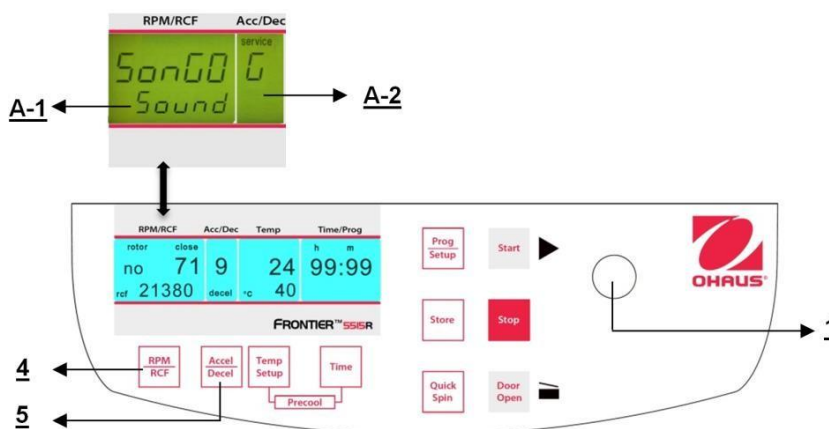

Figure. 35
Poursuivre conformément à la description du paragraphe 4.1.2 pour entrer dans ce mode de programme et appuyer ensuite sur la touche "**Accel/Decel**" (5). Sur l'affichage "**Acc/Dec**" (A-2), le mot "**Service**" clignote. Sélectionner maintenant la lettre "**G**" avec le bouton de réglage (1). Ceci entraîne l'apparition des mots "**SonGo/Sound**" sur l'affichage "**RPM | RCF**" (A-1). Après avoir appuyé sur la touche "**RPM | RCF**" (4), il est possible de sélectionner une sonorité avec le bouton de réglage (1). (voir la figure 35)